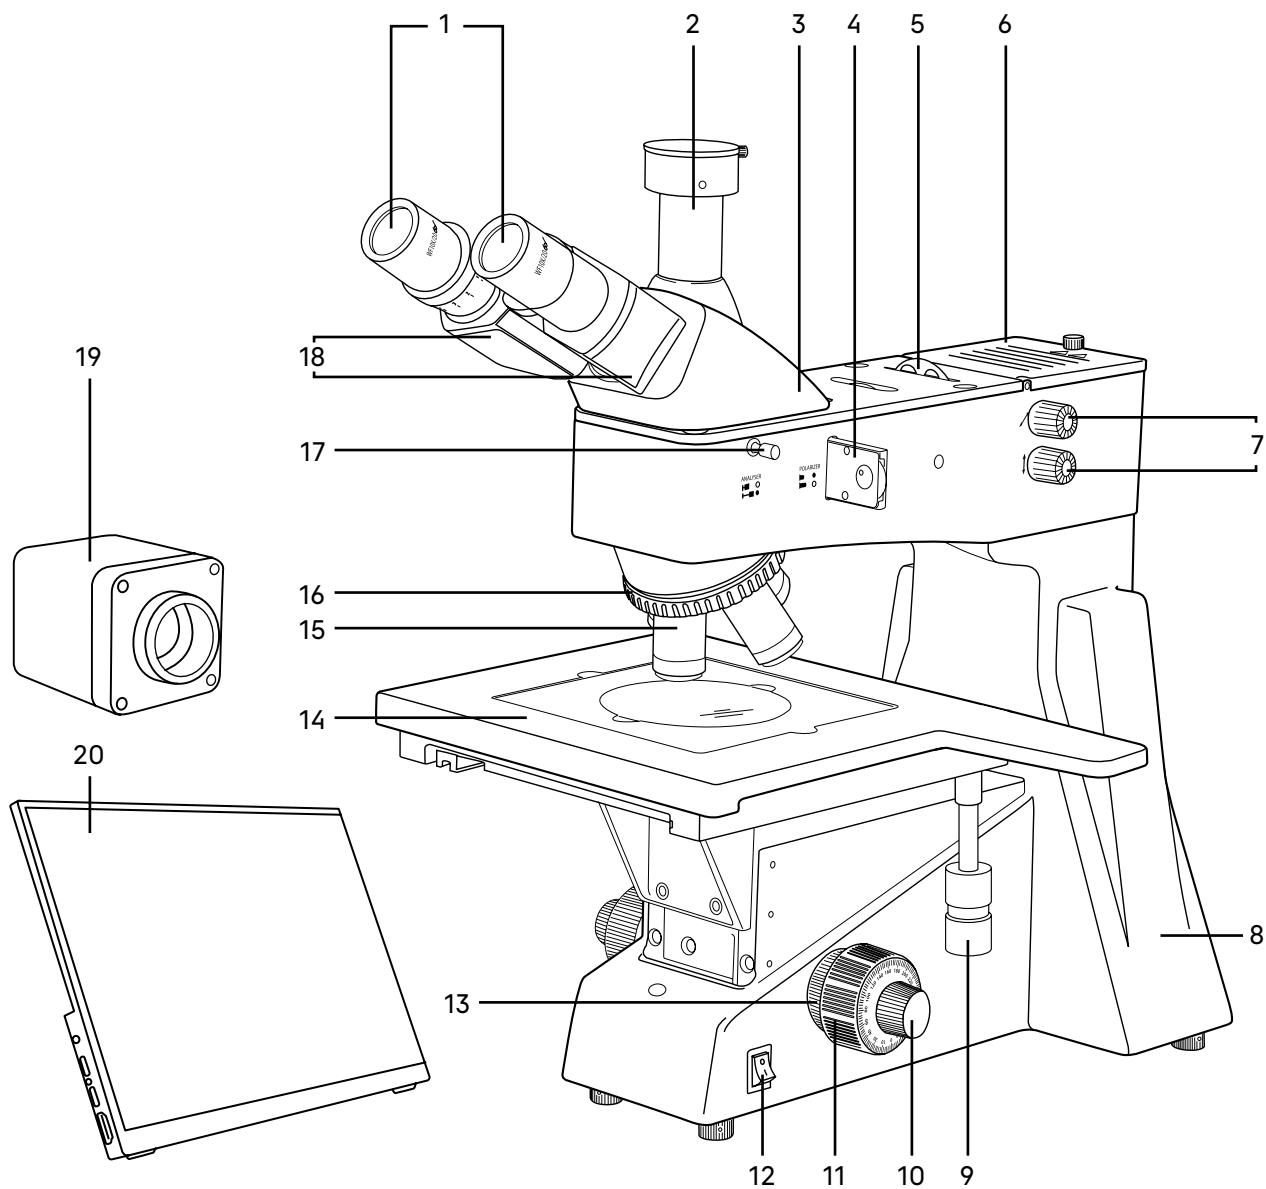
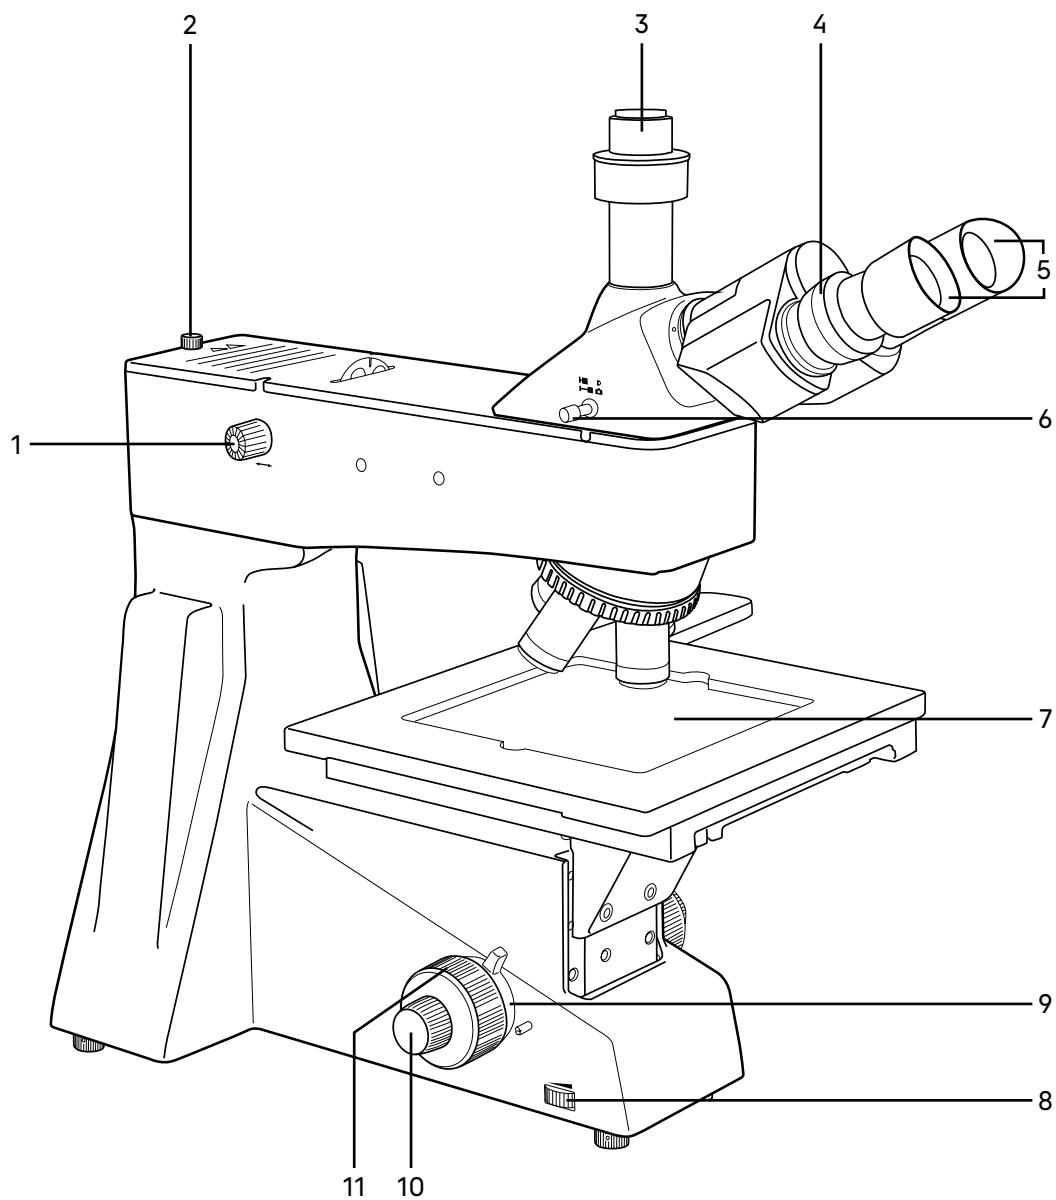

Рис. 1. Микроскоп MAGUS Metal D650 LCD. Вид справа
Рис. 2. Микроскоп MAGUS Metal D650 LCD. Вид слева
Общий вид микроскопа представлен на рис. 1 и 2.
На штативе 8 (рис. 1) закреплены:
- осветитель отраженного света 6 (рис. 1);
- предметный столик 14 (рис. 1).
На правой боковой поверхности штатива расположен выключатель 12 (рис. 1) сетевого напряжения.
На левой боковой поверхности штатива расположен диск для регулировки напряжения питания источника света 8 (рис. 2).
Фокусировка на объект осуществляется перемещением по высоте предметного столика. Грубая фокусировка производится вращением рукояток 10 (рис. 1, 2).
Тонкая фокусировка производится вращением рукояток 9 (рис. 1, 2). Тонкая фокусировка требуется для более точного фокусирования на объект и для подфокусировки микроскопа на резкость изображения при смене объективов и препаратов. Цена деления тонкой фокусировки – 0,7 мкм.
Механизм регулировки жесткости хода грубой фокусировки 13 (рис. 1) – кольцо между штативом и рукояткой грубой фокусировки с правой стороны. С помощью кольца регулируется жесткость хода грубой фокусировки так, чтобы жесткость была комфортной для пользователя, но при этом предметный столик не опускался самопроизвольно во время работы.
Механизм блокировки грубой фокусировки 9 (рис. 2) расположен с левой стороны. После завершения грубой фокусировки рекомендуется перевести рукоятку в крайнее положение в направлении по часовой стрелке. Таким образом закрепится положение грубой фокусировки для быстрой рефокусировки после смены препарата.
Тринокулярная визуальная насадка 3 (рис. 1) обеспечивает визуальное наблюдение изображения объекта.
В вертикальный тубус 2 (рис. 1) корпуса визуальной насадки (канал визуализации) с помощью переходника C-mount 3 (рис. 2) устанавливается система визуализации с монитором. Переключение светового потока на вертикальный тубус производится рукояткой 6 (рис. 2), расположенной на левой стенке визуальной насадки. Рукоятка имеет два положения: 100/0 и 0/100.
В комплект микроскопа входят окуляры 1 (рис. 1). Окуляры имеют высокое положение выходного зрачка и предназначены для работы как в очках, так и без них.
Револьверное устройство 16 (рис. 1) обеспечивает установку пяти объективов 15 (рис. 1). Смена объективов производится вращением револьверного устройства за конусную рифленую поверхность до фиксированного положения.
Двухкоординатный механический предметный столик 14 (рис. 1) закреплен на штативе.
Перемещение столика осуществляется как при помощи рукоятки 9 (рис. 1), так и при помощи выступающей ручки на столике.
В центр столика устанавливается квадратная стеклянная вставка 7 (рис. 2). Размеры вставки: 218 x 218 мм.
Для проведения наблюдений в поляризованном свете микроскоп оснащен устройством простой поляризации, которое включает в себя встроенный анализатор 17 (рис. 1) и съемный поляризатор 4 (рис. 1). Поляризатор вращается в диапазоне 0–360°.
В комплект микроскопа входит круглая пластина со светофильтрами 5 (рис. 1). Пластина имеет 5 положений: желтый, зеленый, синий, матовый фильтры, а также свободное отверстие. Светофильтры помогают правильно настроить цветопередачу в зависимости от образца исследования, улучшить цветовой баланс и повысить контрастность и яркость изображения.